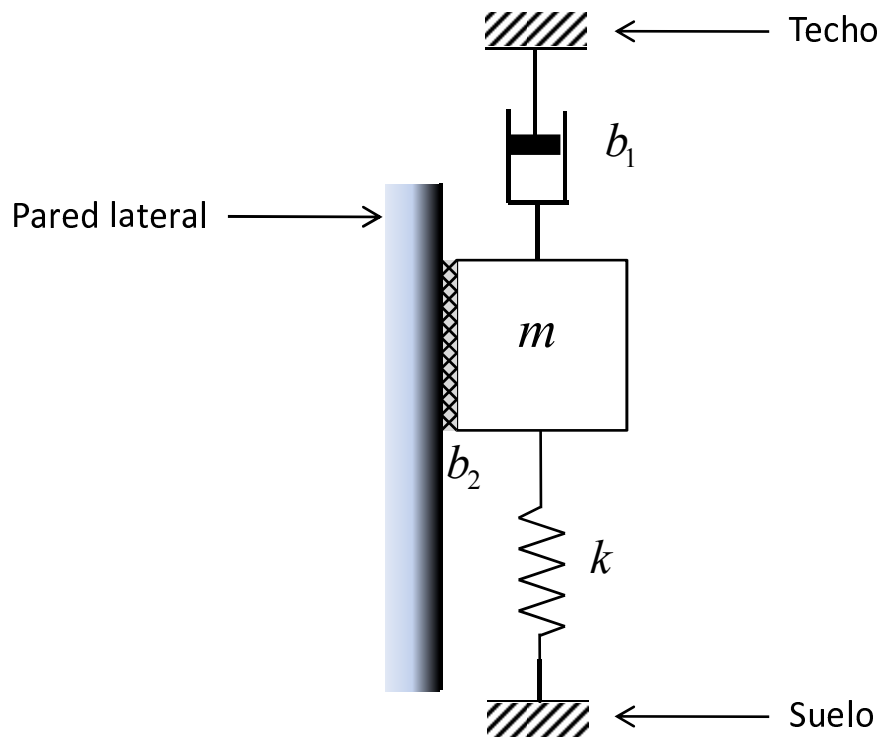

Figura 1: Diagrama del sistema mecánico.
Consideremos el sistema mostrado en la Figura 1, que consiste en un objeto de masa constante m , que se encuentra suspendido del techo a través de un amortiguador, está unido al suelo a través de un muelle y roza contra la pared lateral. El suelo, el techo y la pared lateral se encuentran en reposo. El objeto puede moverse únicamente en la dirección vertical. Sobre él actúan la fuerza de la gravedad y una fuerza externa F , ambas en la dirección vertical.
3.c Suponga que desea programar en Modelica una librería mecánica que contenga los componentes necesarios para componer el sistema mecánico de la Figura 1.